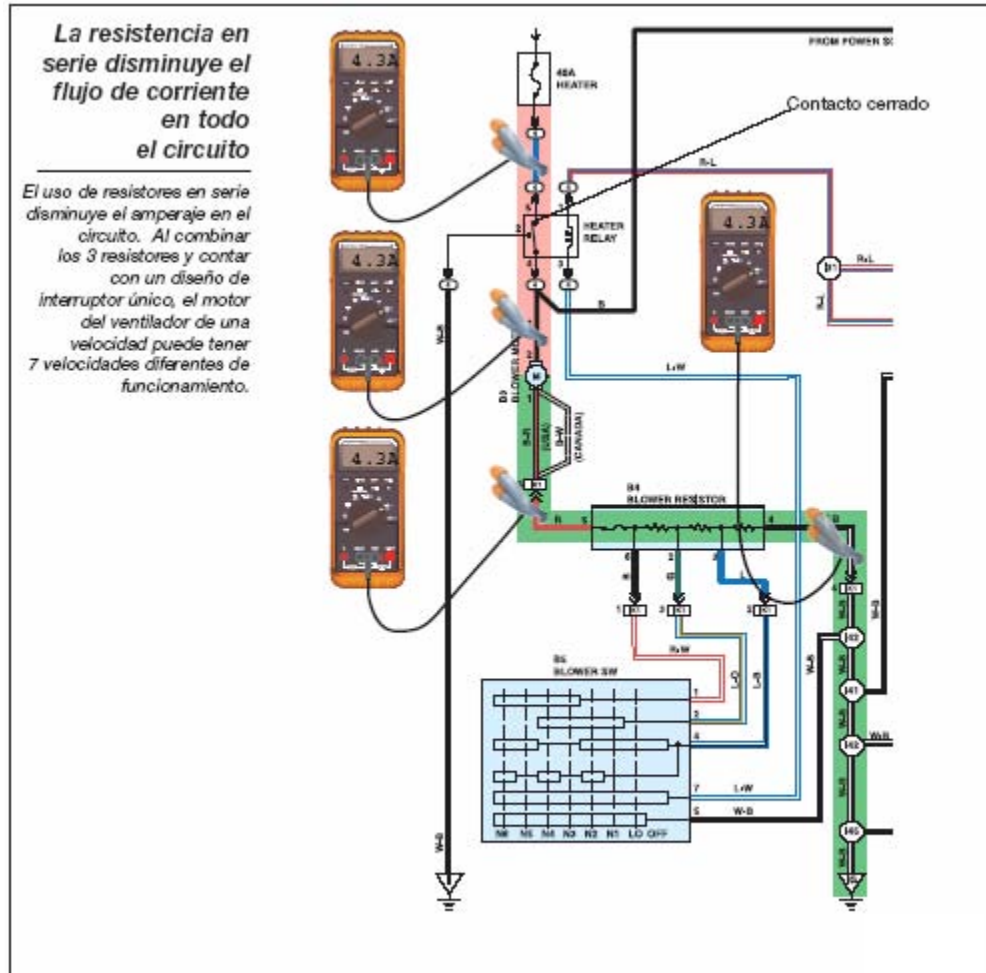

Figura 1.12 La resistencia en serie
- La corriente es la misma en todo el circuito. Se puede conectar un amperímetro en cualquier lugar dentro del circuito para medir la corriente, como se muestra en la figura 1.12.